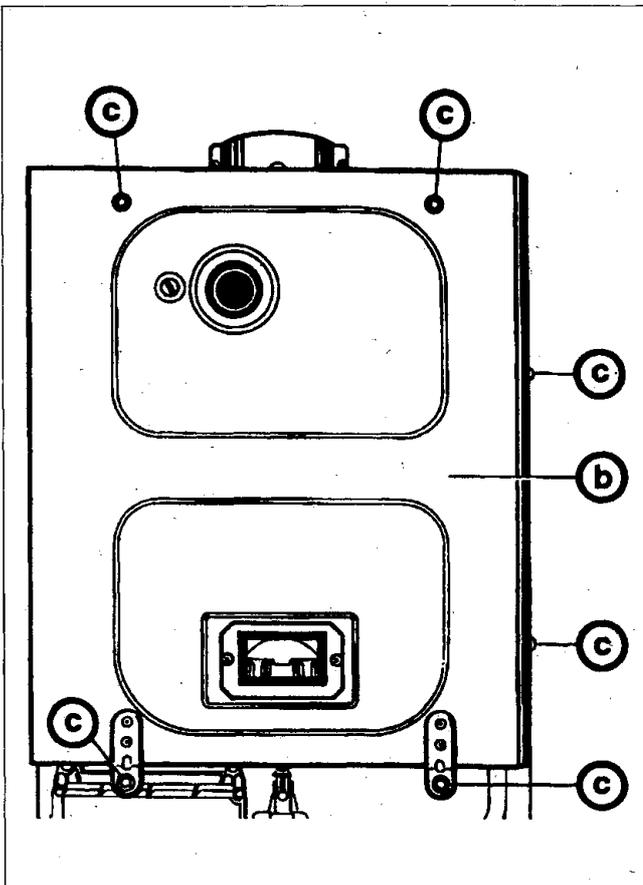

Bild 41
- Deckel (b) montieren (Bild 41).